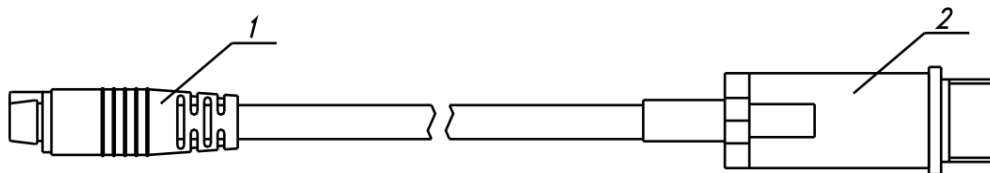
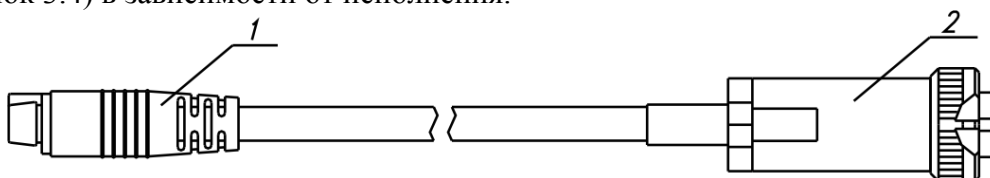

Рисунок 3.3 Кабель-удлинитель для измерительных преобразователей, приведенных в **ПРИЛОЖЕНИИ В** в пунктах **1, 4, 6, 7**;
Рисунок 3.4 Соединительный кабель для измерительных преобразователей, приведенных в **ПРИЛОЖЕНИИ В** в пунктах **2, 3, 5, 8**;
Преобразователи при необходимости подключаются к измерительному блоку с помощью встроенного кабеля, кабеля-удлинителя (см. рисунок 3.3) или соединительного кабеля (см. рисунок 3.4) в зависимости от исполнения.
- 4.3 Соединить измерительный блок и измерительный преобразователь, при необходимости, воспользовавшись кабелем-удлинителем (см. рисунок 3.3) или соединительным кабелем (см. рисунок 3.4) в зависимости от исполнения преобразователя. В случае если анализируемая среда предполагает содержание механической пыли, паров масла принять меры по их устранению.